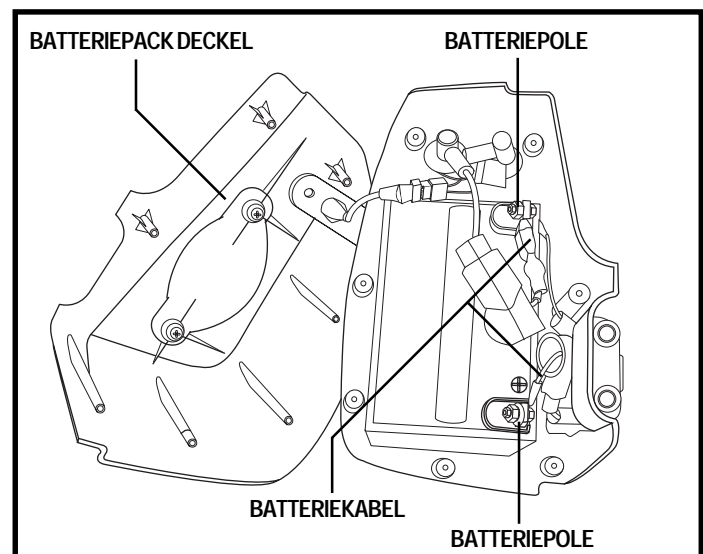

Abb. 9. Austauschen der Batterien
4. Stellen Sie das Pack hin mit dem Griff nach oben, langsam die Abdeckung entfernen und es entsprechend der Abb. 9 plazieren.